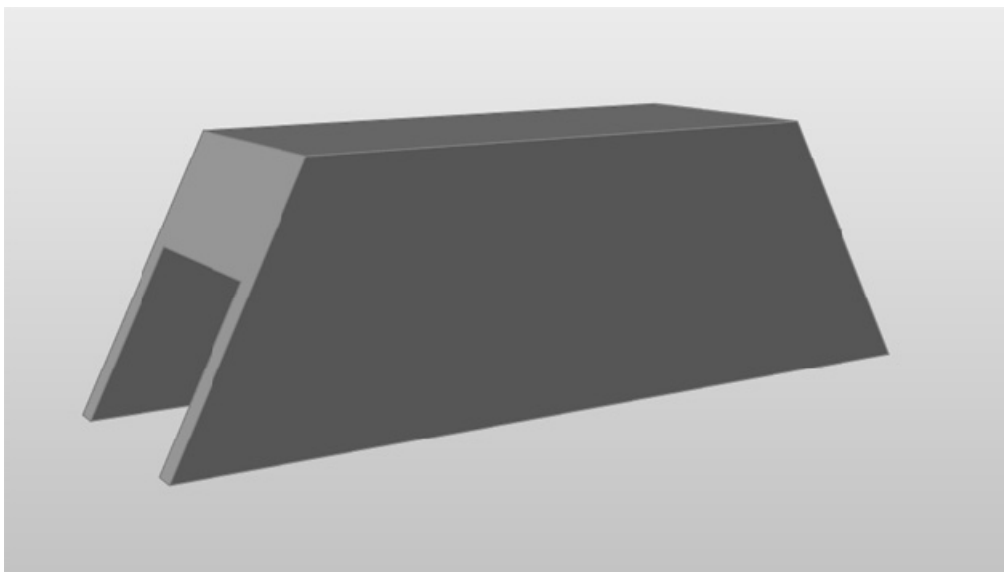

图 4-22
9) 用鼠标左键单击并推动另一个三角面来切割相对的一面，如图 4-22 所示。